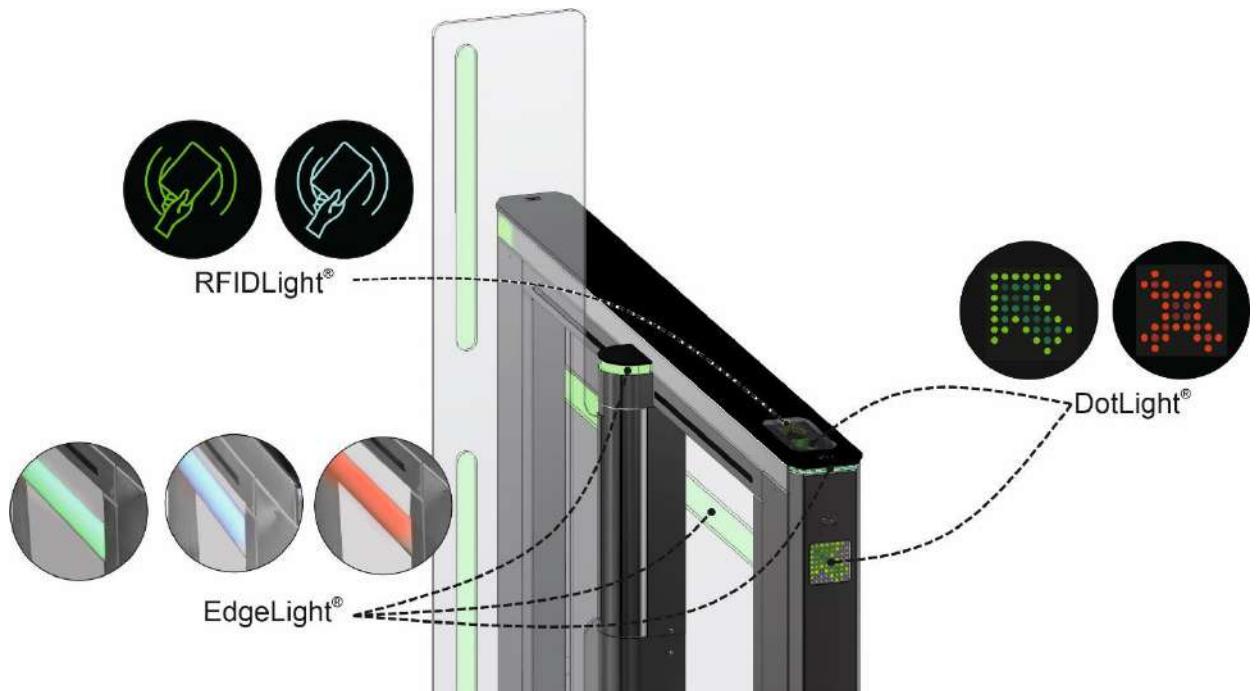

Рис.6 – Відображення світлової індикації статусу турнікету
Статус турнікету відображає плата індикації (3) DotLights, вмонтована в каркас тумби. Синя індикація, що постійно світиться (Рис.6) означає вихідний стан турнікета. При спробі несанкціонованого проходу, червона індикація починає блимати, вмикається звуковий сигнал. При надходженні команди «відкритися», індикація змінюється на зелену зі сторони дозволеного проходу. Якщо спроба несанкціонованого проходу відбувається при відкритих поворотних стулках (10), то стулки закриваються, якщо в зоні повороту стулок немає перешкод.